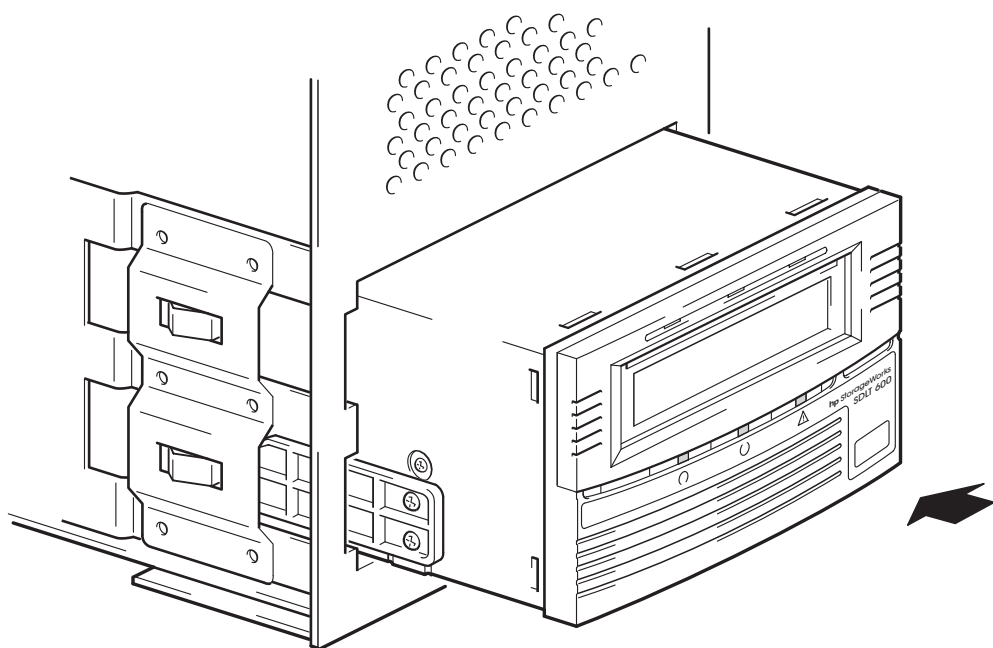

図 6: ドライブの取付け
- 1 図 6 に示すように、ベイのスロットにあるレールに沿って、テープ・ドライブを空いているベイに滑り込ませます。